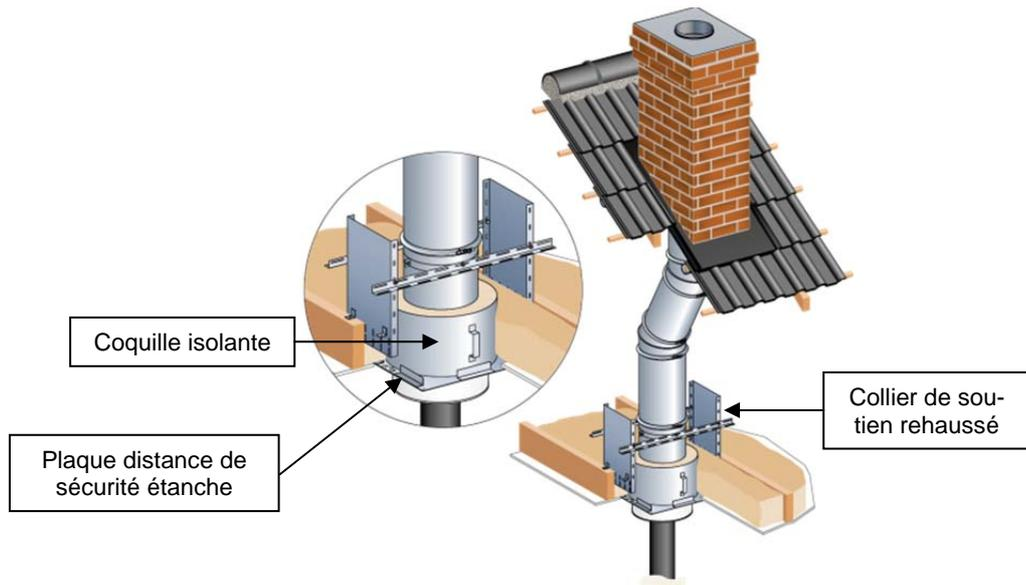

Figure 1– Exemple de solution avec isolation au plafond, maison de plain pied (Gamme INOX-GALVA)
à l'exception des traversées de parois qui sont détaillées aux paragraphes suivants. Les principes de montage du système COQISOL® sont illustrés sur les figures 1 à 4.
4.2 Solution avec isolation au plafond, habitat individuel de plain pied (Figure 1)